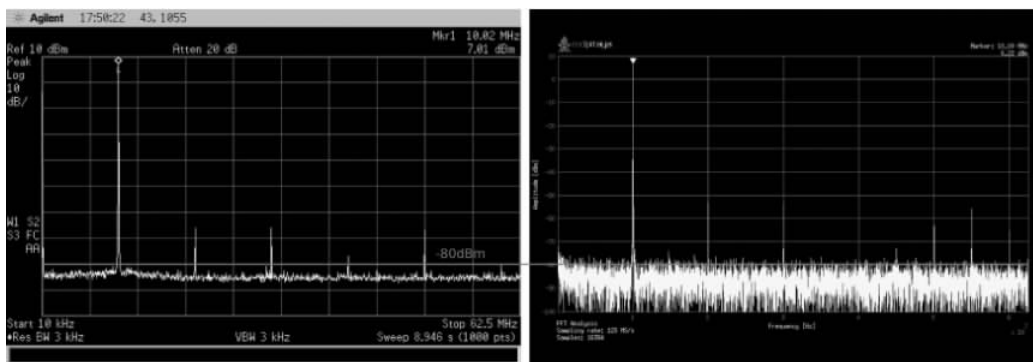

图 3-18 参考信号(-3dBFS,10MHz)
(24) 参考信号：-3dBFS,10MHz,如图 3-18 所示。